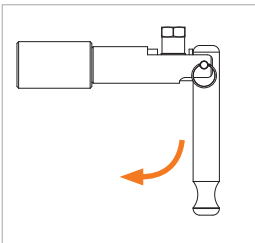

Abbildung 4
- ▶ Betätigen Sie den Spannshebel (Pos. 2) um 90° nach unten (*Abbildung 4*). Der Adapter zieht sich selbstständig an den Prüfling an und stellt eine druckdichte Verbindung her.